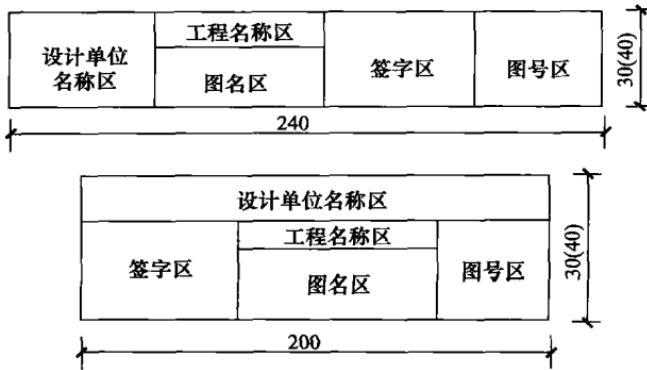

图 1-4 标题栏 (单位: mm)
(2) 标题栏的设置如图 1-4 所示; 会签栏的设置如图 1-5 所示。